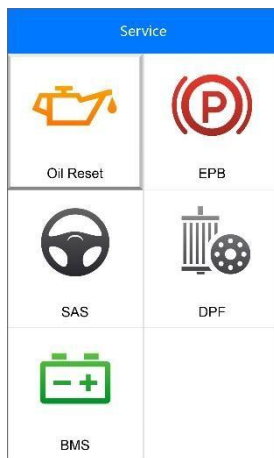

Figure 5-1 Exemple d'écran des fonctions de service
Sélectionnez l'icône de réinitialisation de l'huile de l'écran Service (Figure 5-1) et attendre l'affichage des marques à l'écran. Choisir le bon véhicule.
1. Sélectionnez l'icône **EPB** sur l'écran Service (Figure 5-1), choisissez **BMW** dans la liste des marque à l'écran et sélectionnez le modèle de véhicule approprié pour accéder au menu **Frein de stationnement**.